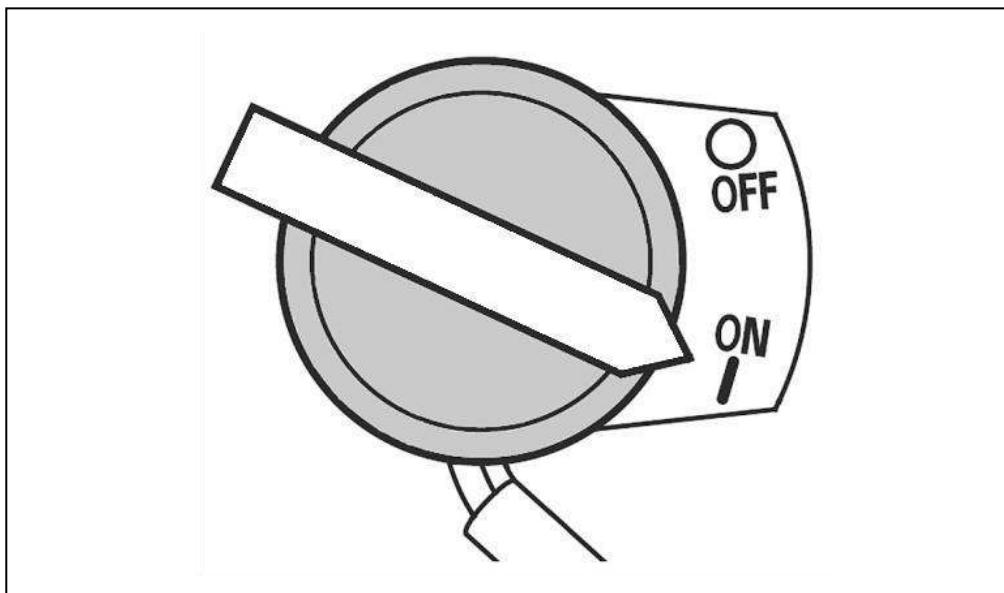

Рис. 14. Положения рычага газа.
5. Переведите выключатель зажигания в положение «ON» (Включено) (Рис. 14).
При возникновении непредвиденной ситуации в работе с виброплитой и срочной необходимостью ее выключения переведите выключатель зажигания двигателя в положение «OFF» (Выключено) (Рис. 14).
(Рис. 14).